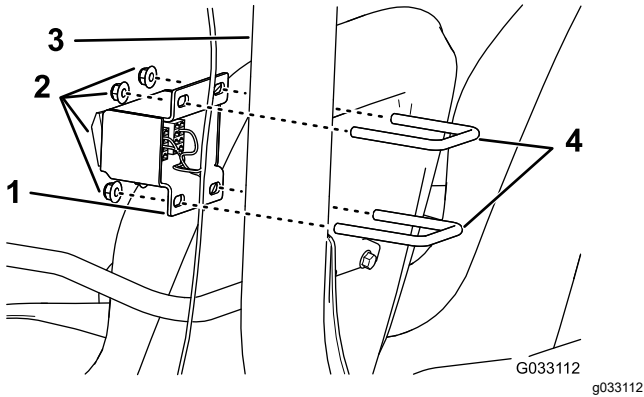

图 8
1. 对于 Multi Pro 1750 和 Multi Pro WM 机器应如图 8 所示使用 2 个 U 形螺栓 $\frac{3}{8}$ x 2-7/16 x 2-13/16 英寸和 2 个凸缘锁紧螺母 $\frac{3}{8}$ 英寸将开关支架安装到 ROPS 组件的前侧。